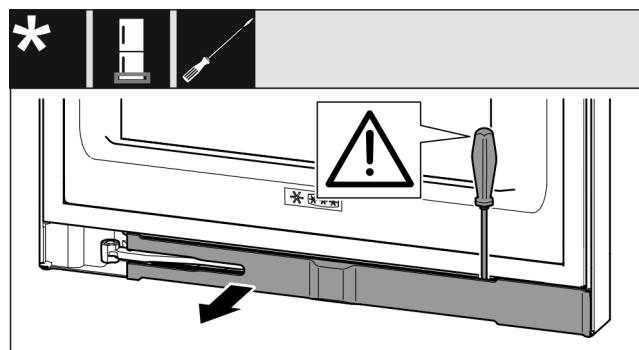

Fig. 15
► 使用带槽螺丝刀松开隔板并把它转到一边。[参见 Fig. 15]